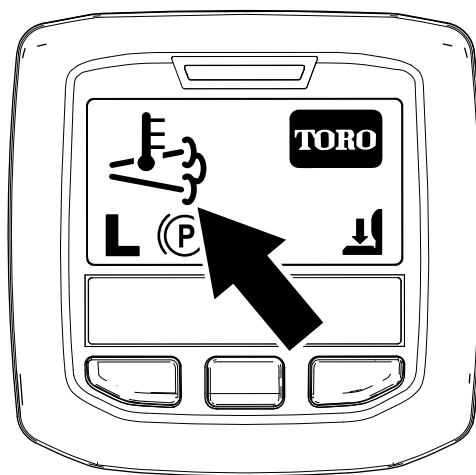

Рисунок 33
- Значок высокой температуры выхлопа отображается на экране инфо-центра (Рисунок 33).